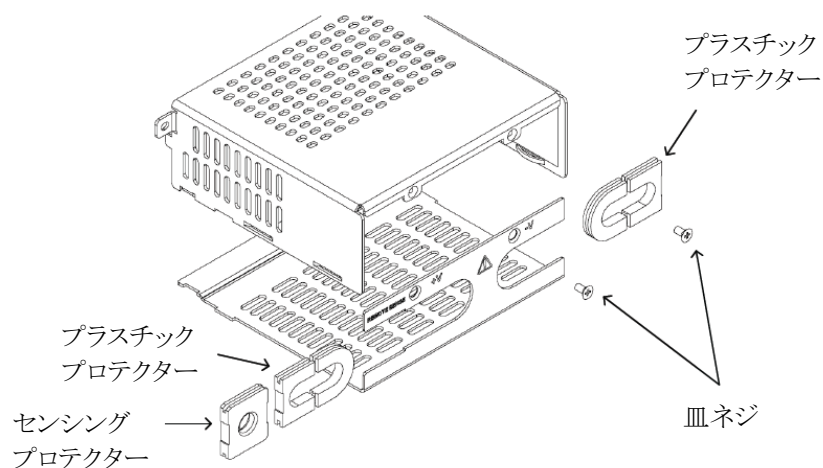

図4-59 出力端子カバーの分解方法
2. 図4-59に示すように出力端子カバー(製品に添付されています)の皿ネジを取り外して開け、プラスチックプロテクターとセンシングプロテクターを取り外してください。